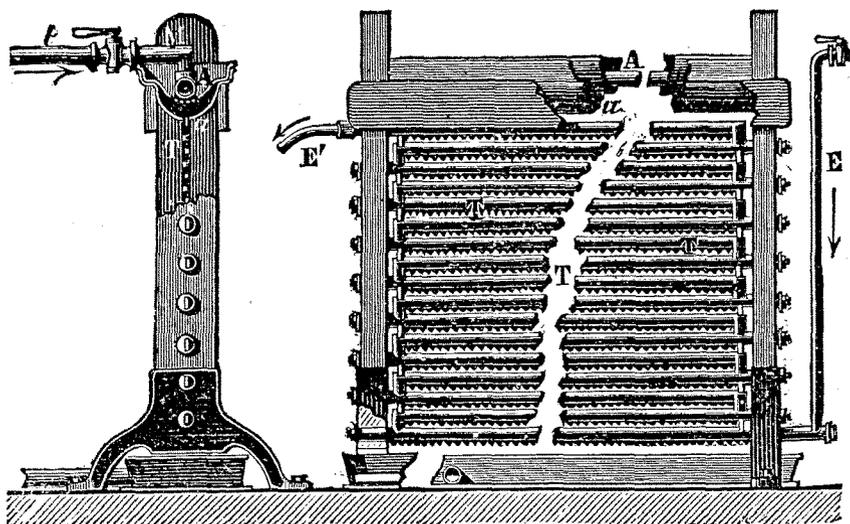

Fig. 174. — Réfrigérant Baudelot.
au même résultat en faisant circuler autour de la cuve, par un dispositif approprié, un liquide réfrigérant, ou encore, en employant un appareil analogue au *réfrigérant Baudelot* (fig. 174), mais qui en diffère cependant en ce que c'est le moût qui circule dans les tuyaux, et l'eau qui tombe en pluie. C'est une pompe qui produit la circulation, c'est-à-dire qui aspire le moût de la cuve pour l'y refouler ensuite, et cela, pendant toute la durée de son séjour dans ce récipient; sa fermentation n'est pas entravée par ce déplacement. Aussitôt introduit dans la cuve, le moût entre en fermentation, si la température n'est pas inférieure à 20°. On entend un bruissement à l'intérieur, et, quand ce bruissement cesse, le travail biologique et chimique est achevé.
*refroidisseurs*, grands bacs peu profonds, placés dans des locaux bien aérés, où il se refroidit et abandonne un dépôt. Puis on l'en retire pour le faire couler en pluie sur des tuyaux horizontaux parcourus, de bas en haut, par un courant d'eau glacée, et formant un *réfrigérant* (fig. 174). L'eau arrive en E, et sort en E'; le moût arrive par *t'*, tombe dans des gouttières A, percées de trous, et coule sur les tuyaux T. En même temps que le moût se refroidit, il subit une sorte d'*oxydation*.